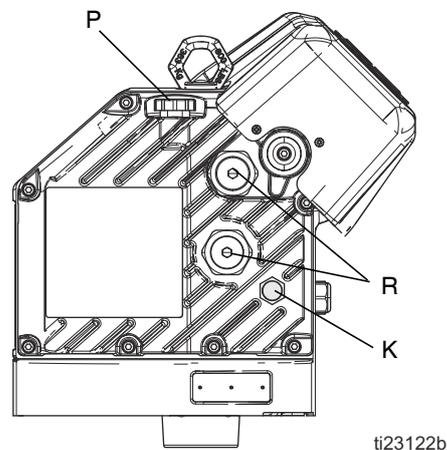

FIG. 9: Finestra di ispezione e tappo di riempimento dell'olio
3. Aprire il cappuccio di riempimento (P) e aggiungere olio sintetico per ingranaggi privo di silicone EP ISO 220 (codice Graco 16W645). Controllare il livello dell'olio dalla finestra di ispezione (K). (Vedere FIG. 9.) Riempire finché il livello dell'olio non è prossimo al punto centrale della finestra di ispezione. La capacità del serbatoio dell'olio è di circa 0,9-1,1 litri (1,0-1,2 qt.). **Non riempire troppo.**
4. Reinstallare il tappo di riempimento dell'olio (P).
Controllare il livello dell'olio dalla finestra di ispezione (K). (Vedere FIG. 9.) Il livello dell'olio deve essere prossimo al punto centrale della finestra di ispezione quando lo spruzzatore non è in funzione. Se il livello dell'olio è basso, aprire il tappo di riempimento (P) e aggiungere olio sintetico per ingranaggi privo di silicone EP ISO 220 (codice Graco 16W645). Vedere: FIG. 9.
Vedere: FIG. 9. I pre-carichi del cuscinetto (R) sono impostati in fabbrica e non sono regolabili dall'utente. Non regolare i pre-carichi del cuscinetto.